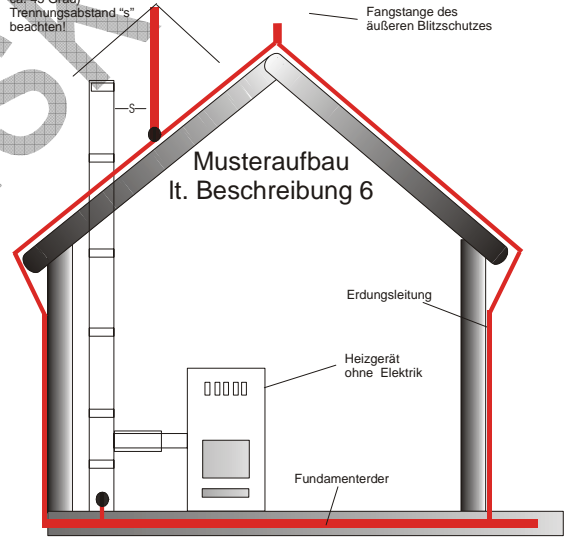

Bild 6
6. ... innerhalb eines Gebäudes mit äußerem Blitzschutz durch die Dachfläche hindurch in einen Raum in eines der Geschosse zu einem Ofen der keine Verbindung zur Elektrik hat, führt. (Bild 6)